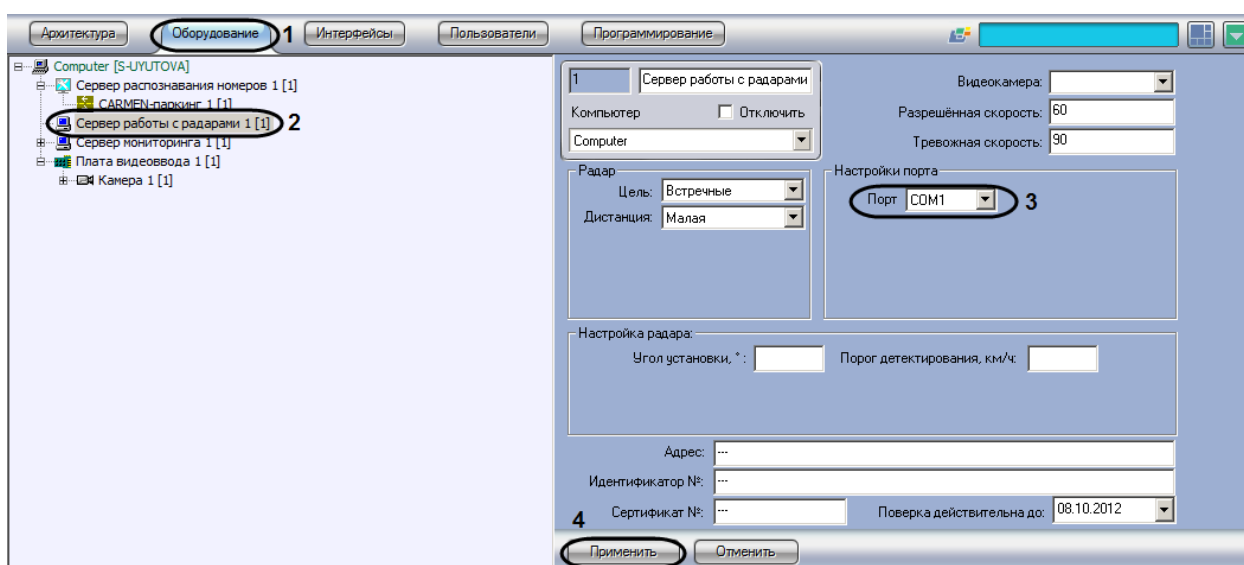

Рис. 7.3—1. Панель настроек объекта «Сервер работы с радаром»
1. Перейти во вкладку «Оборудование» диалогового окна «Настройки» программы «Авто-Интеллект» (см. Рис. 7.3—1, 1).
3. Из списка «Порт» выбрать номер последовательного (COM) порта подключения устройства «Радар» (см. Рис. 7.3—1, 3).
4. Нажать кнопку «Применить» для сохранения всех изменений (см. Рис. 7.3—1, 4).